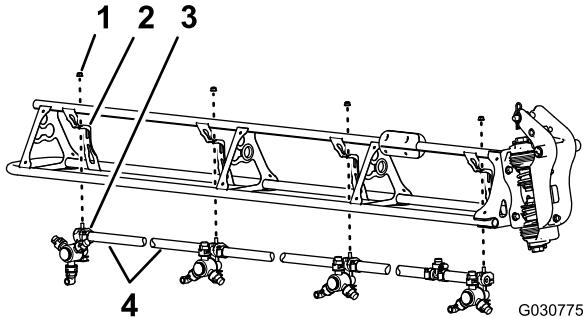

Figura 132
1. Corte la manguera entre 2 boquillas de fumigación (Figura 132).
2. Retire la contratuerca con arandela prensada (5/16") que sujetla la boquilla de fumigación al soporte de la boquilla (Figura 132).